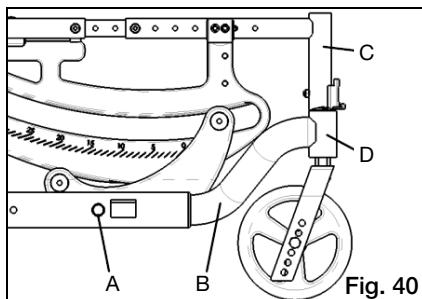

Fig. 40
- a. Usando una llave de 13mm, retire el perno hexagonal de 8mm (Fig. 40:A).
- b. Deslice Brazo de la Rueda Pivotante (Fig. 40:B) a la posición deseada, alineando los agujeros en el Brazo de la Rueda Pivotante con el agujero de la Base del Bastidor.
- e. La parte posterior del tubo receptor del sostén (Fig. 40:C y 41:C) no debería estar situado más allá de la parte frontal del tubo que aloja la espiga de la rueda pivotante (Fig. 40:D y 41:D) como se muestra en la figura Fig. 41. Si es así, siga los pasos anteriores de a. - d. hasta que aparece como se muestra en la Fig. 40.